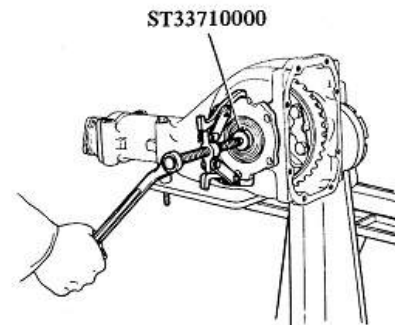

Fig. PD-11 Dépose du plateau d'appui latéral
1. Déposer les plateaux d'appui latéraux à l'aide du support spécial ST33710000 et d'un extracteur approprié. Voir figure PD-11.